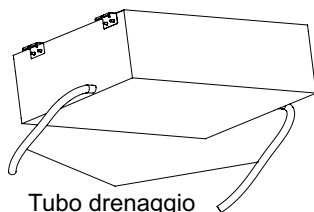

Fig.17
6. È presente un attacco di scarico sia sul lato destro sia su quello sinistro. Scegliere l'attacco di scarico corrispondente agli standard locali (Fig.17).